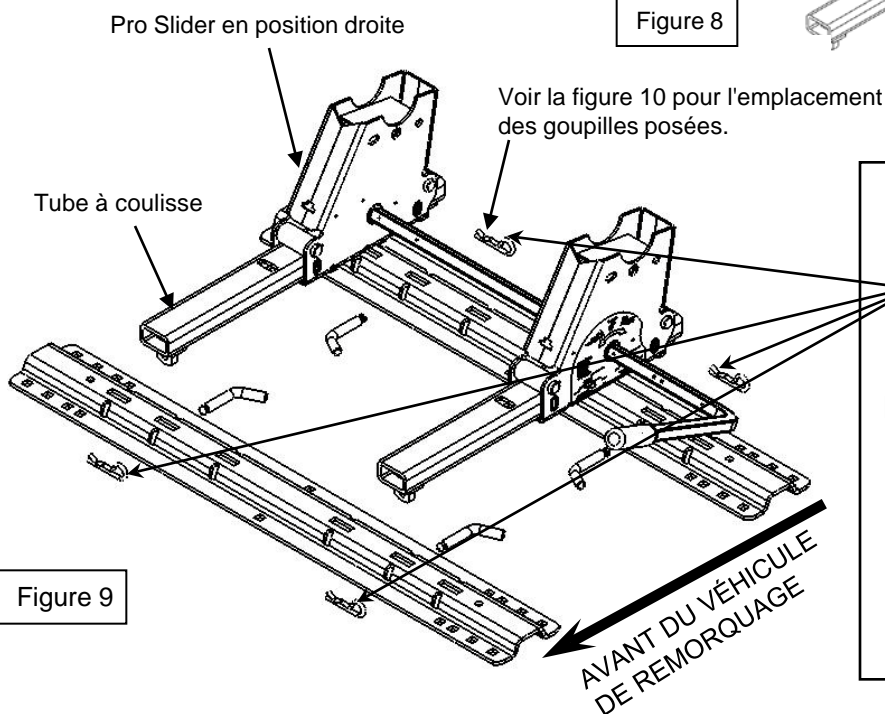

Figure 9
4. Montez le Pro Slider dans les traverses et goupille en position avec le Pro Series Slider dans le centre des tubes (voir figure 9).